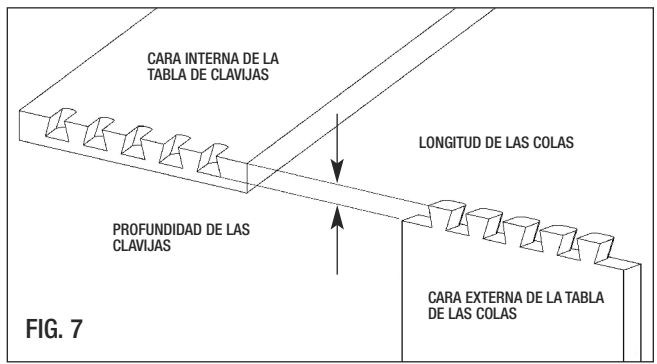

FIG. 7
3. La FIG. 7 muestra cómo la altura de las cuchillas de corte afecta las dimensiones de la unión cola de milano.
1. Cuando corte una unión cola de milano invisible, utilizando la cuchilla de corte de colas de milano que se incluye, comience con una configuración de altura de fresa que sea igual a la profundidad de la unión que desea. (FIG. 7)